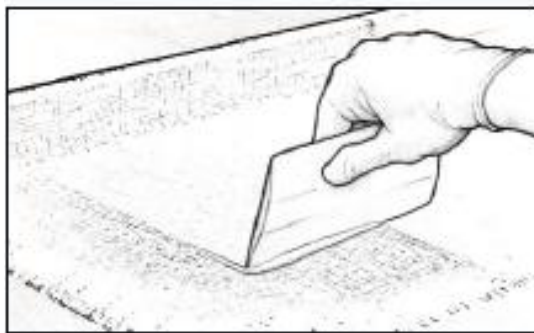

Рисунок 6-12 Уберите избыточное количество эпоксидной смолы до того, как она превратится в гель.
6. Уберите излишки смолы до того, как она превратится в гель (Рисунок 6-12). Протягивайте шпатель по поверхности ткани равномерными, перекрывающимися движениями. Применяйте достаточное давление, чтобы убрать излишки смолы, которые позволяют ткани всплывать над поверхностью. Но не переусердствуйте, не выдавливайте всю смолу и не допускайте появления сухих пятен. Излишки смолы выглядят как блестящие пятна, в то время как правильно пропитанная поверхность выглядит равномерно прозрачной с гладкой текстурой ткани. Последующие слои эпоксидной смолы заполняют текстуру ткани.